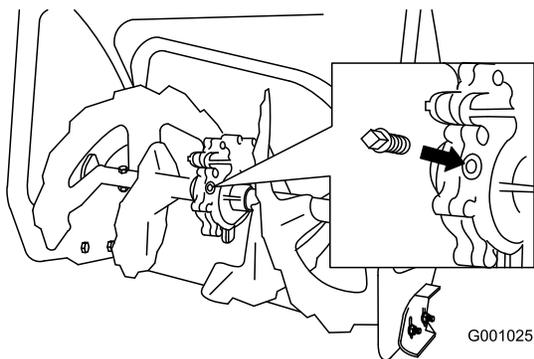

Bild 48
2. Reinigen Sie den Bereich um die Rohrverschluss (Bild 48).